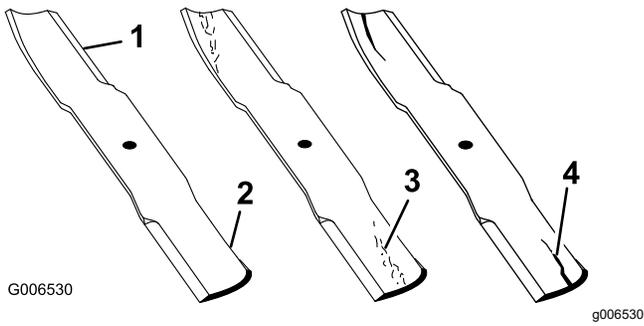

図 56
1. 刃先の部分を点検する 図 56。
4. ひび、磨耗、割れの発生などがあれば、直ちに新しいブレードに交換する 図 56。